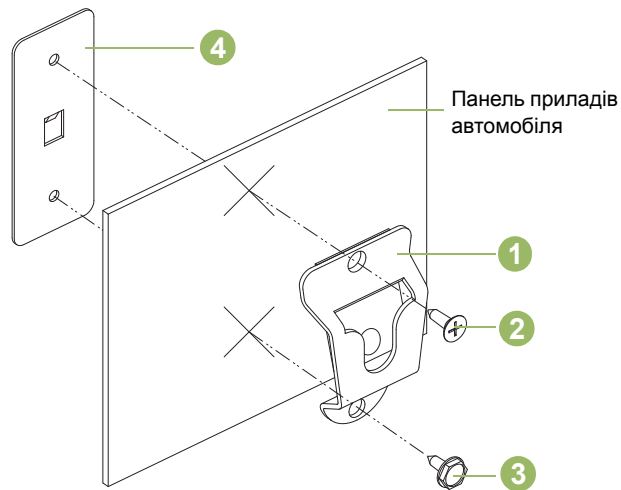

Рис. 4.2. Встановлення монтажної кронштейну
Керуючись Рис.4.2, встановіть підвісний кронштейн (1) в автомобілі за допомогою двох гвинтів для тонколистового металу й опорної пластини з комплекту. Встановіть опорну пластину (4) зі зворотного боку панелі приладів автомобіля. Укрутіть гвинт із плоскою головкою (2) у верхній монтажний отвір, а гвинт із шестигранною головкою (3) – у нижній. Переконайтеся, що гвинти увійшли в отвори на опорній пластині.